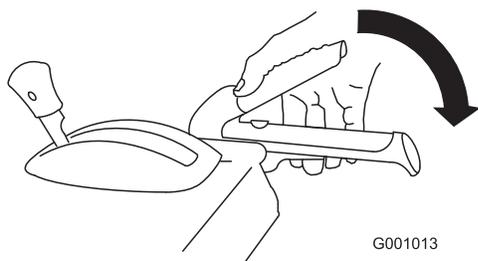

Figure 28
1. Pour engager la vis sans fin/turbine, serrez le levier droit (vis sans fin/turbine) contre la poignée (Figure 28).